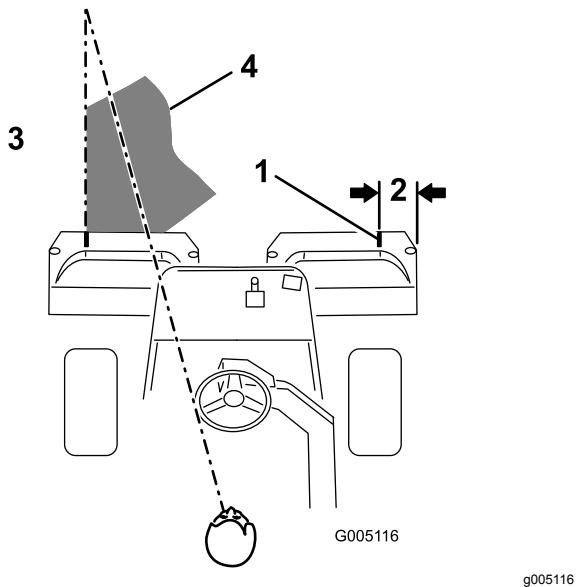

図 36
**注** グリーン内をぶれずにきれいに直進し、刈り込みの済んだ列との距離を一定に保って走るために車体前方 1.8 から 3 m のところに視線を置いて、刈り込み済みの済んでいる列にラインを合わせるようにするのがコツです図36。ハンドルを目印にして距離を合わせても良いでしょう。その場合、ハンドルの縁と本機前方の目標ラインとを重ねて見ながら運転します。